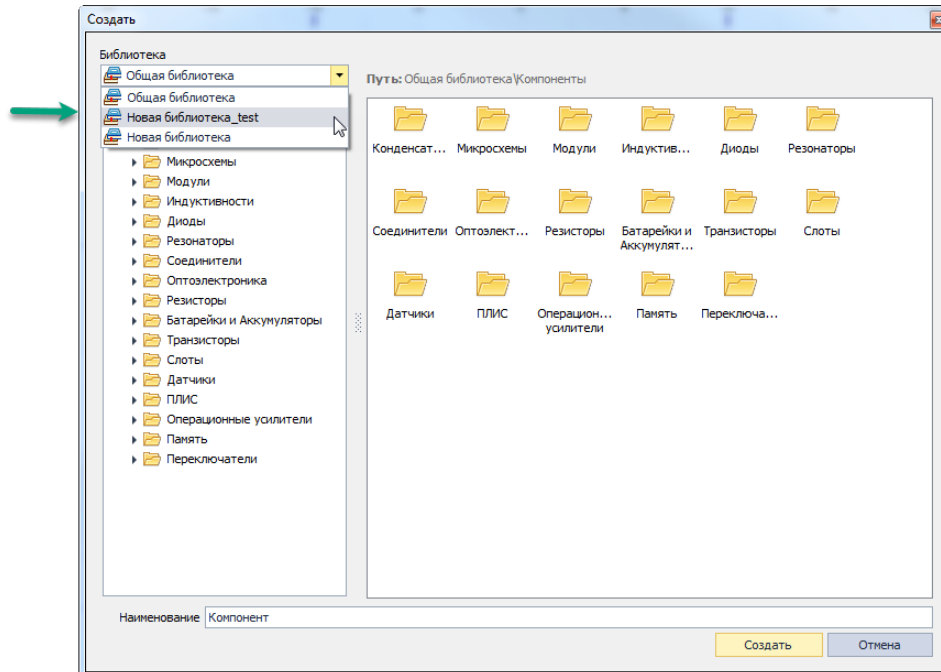

Рис. 205 Выбор библиотеки, в которой будет создано посадочное место
7. Выбрать библиотеку, в которой будет создаваться компонент. Для этого следует воспользоваться выпадающим списком «Библиотека» в окне «Создать», см. Рис. 205.